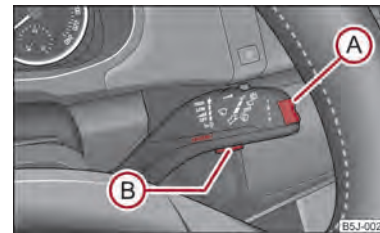

Fig. 7 Display-ul cu informații: Elementele de comandă
- **Main menu (Meniul principal)** se activează prin apăsarea tastei basculante **(A)** ⇒ fig. 7 mai mult de 1 secundă.
- De la tasta basculantă (A) puteți selecta punctele de meniu. După scurta apăsare a tastei (B) se afișează informația selectată.